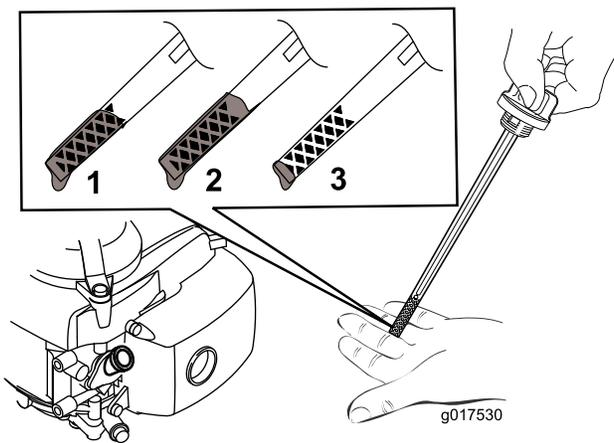

Bild 5
2. Ziehen Sie den Peilstab (Bild 5) heraus.
Hinweis: Füllen Sie das Motorkurbelgehäuse mit Öl, bis der Peilstab angibt, dass der Ölstand richtig ist, wie in Bild 5 dargestellt. Wenn Sie zu viel Öl in den Motor füllen, lassen Sie etwas Öl ab, siehe Wechseln des Motoröls“.